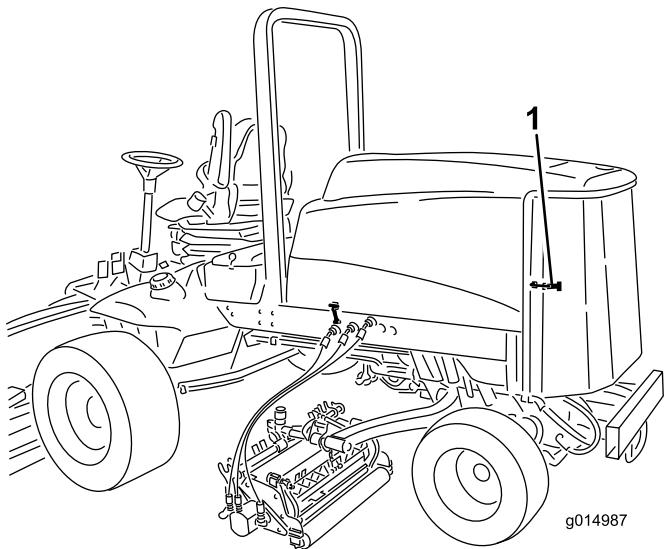

Figure 70
1. Déverrouillez et ouvrez la grille arrière (Figure 70). Nettoyez soigneusement la surface de la grille.